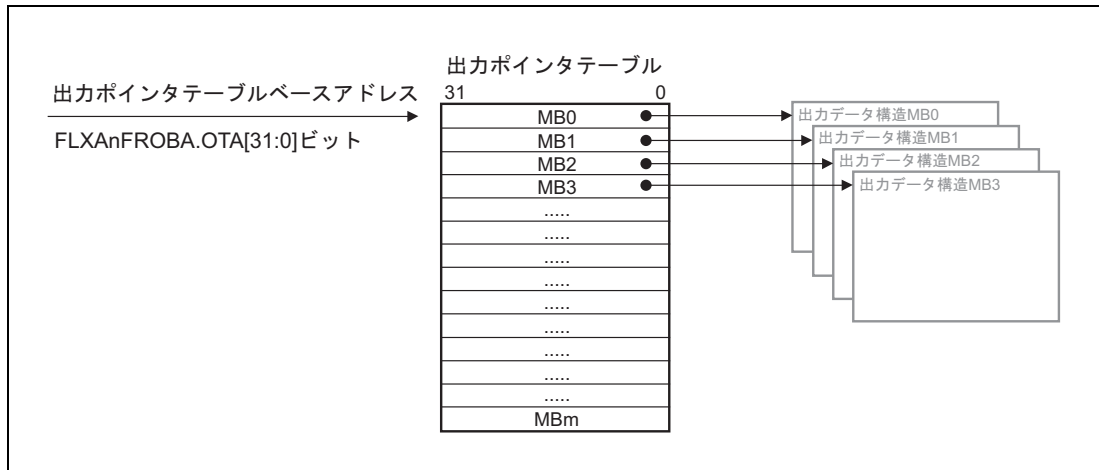

図 18.29 出力データ構造とインデックス
出力ポインタテーブル内のエントリのアドレスと関連するメッセージバッファの番号とは 1 対 1 の関係です (図 18.29 参照)。出力ポインタテーブルは FLXAnFROBA.OTA[31:0] ビットで設定されたアドレスのメッセージバッファ番号 0 のエントリで始まり、昇順に次のメッセージバッファ番号へと続きます。すべてのメッセージバッファに対して 32 ビットのアラインされたアドレスです (メッセージバッファ 1 は出力ポインタテーブルアドレス FLXAnFROBA.OTA[31:0] + 4、メッセージバッファ 2 は出力ポインタテーブルアドレス FLXAnFROBA.OTA[31:0] + 8 など)。
(1) 起動および停止」参照）。起動プロセスには、転送するデータの転送先の位置（出力データ構造）を指定するために出力ポインタテーブル（「18.3.16.2 (3) 出力ポインタテーブル」参照）のセットアップが必要です。図 18.29 に出力ポインタテーブルの出力データ構造との対応方法を示します。